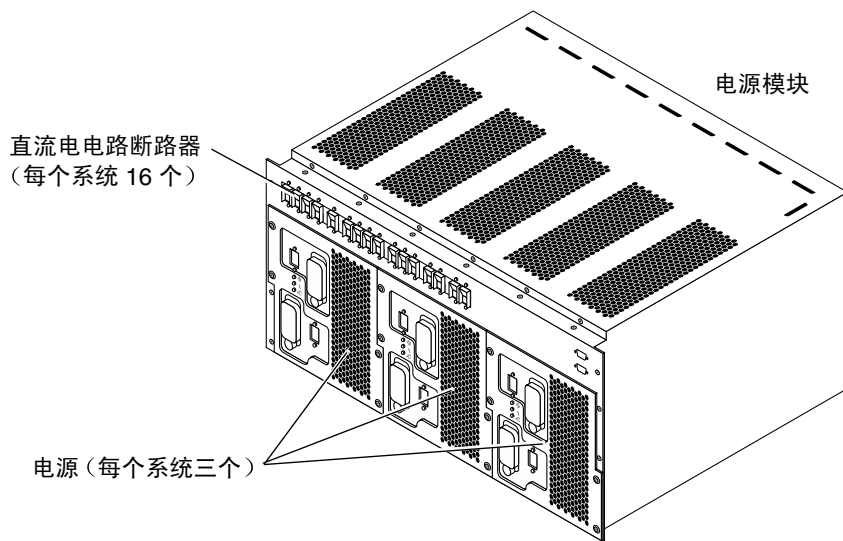

图 2-6 电路断路器和电源
2. 如图 2-6 所示，确保前、后电源模块的所有直流电电路断路器都处于“on”的位置。